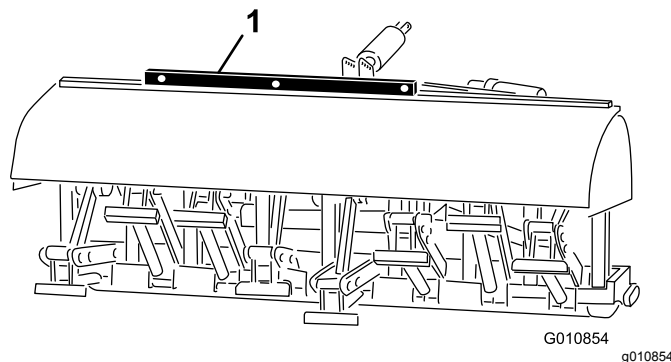

Figura 29
2. Coloque un nivel encima del bastidor del aireador para comprobar la nivelación lateral (Figura 29).